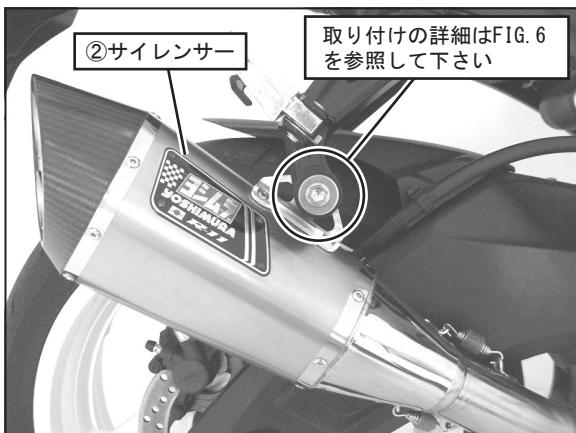

FIG. 5
6. ②サイレンサーを純正ボルト、ワッシャ、ナットを使用して車両のタンデムステップブラケットに取り付け、仮締めして下さい。 (FIG. 5, 6 参照)